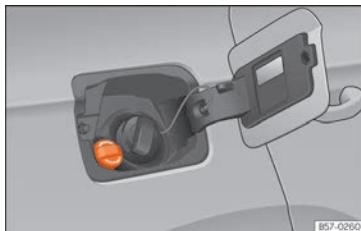

Fig. 306 AdBlue tank cap.
- Open the tank cover »» **Fig. 306.**
»» Fig. 306.